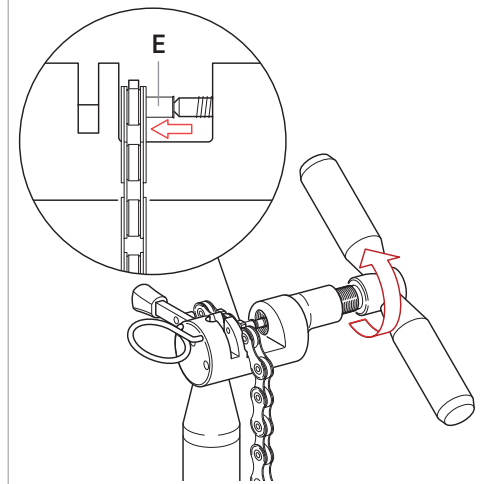

Fig.14
- Imprimendo una forza omogenea, avvitate l'utensile (Fig. 14) finché la bussola **ULTRA-LINK 5-CN-RE500 (11s) / 5-CN-SR600 (12s) (E)** non sia completamente entrata nello spessore della catena.